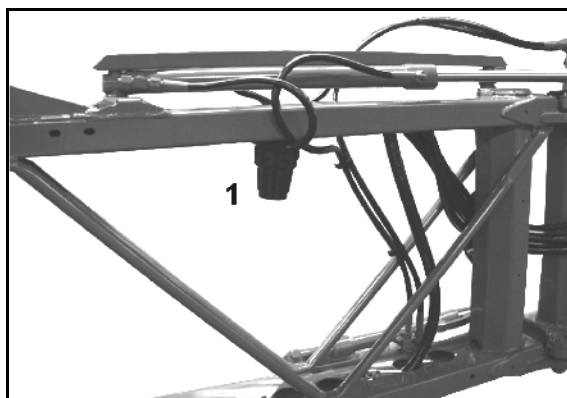

Fig. 204
2. Desfaceți șuruburile (Fig. 204/1).
3. Scoateți capacul ventilului (Fig. 204/2).
4. Verificați membrana pistonului (Fig. 204/4) și inelul conic (Fig. 204/5).
1. Desfaceți șurubul (Fig. 204/3) și scoateți membrana pistonului (Fig. 204/4) împreună cu șaiba de fixare a pistonului.